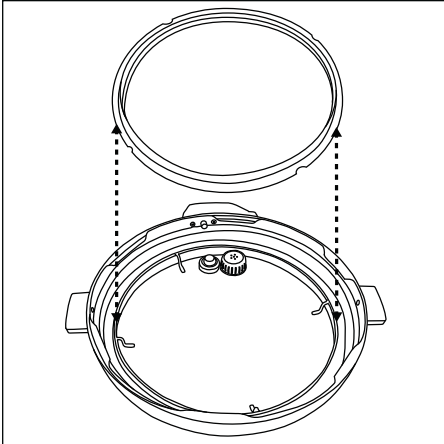

Abb. 4
- 4) Setzen Sie den Dichtungsring **21** in den Deckel **5** (Abb. 4). Kontrollieren Sie, ob der Dichtungsring **21** korrekt in der Haltevorrichtung **23** sitzt. In der Mitte des Dichtungsringes **21** befindet sich eine Rille. Schieben Sie den Dichtungsring **21** komplett hinter die entsprechende Haltevorrichtung **23**, so dass die Haltevorrichtung **23** in diese Rille hineingreift.